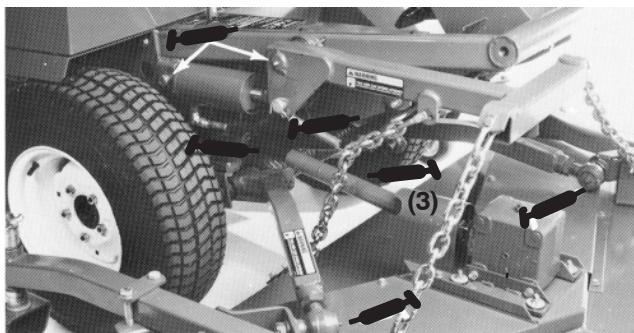

Bild 35
ZWA-Antriebswelle und Jöche (3) (Bild 35)
Hubarmgelenke (Bild 35)
Rechte und linke Schubarmkugelgelenke (Bild 35)